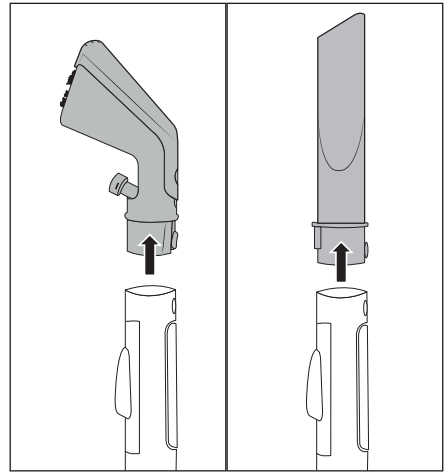

Abb. 8
- ◆ Drücken Sie die Verriegelungstaste 25/32 und ziehen Sie die Polsterdüse 22 oder die Fugendüse 29 vom Sprüh-/Saugschlauch 19 ab (siehe Abb. 8).